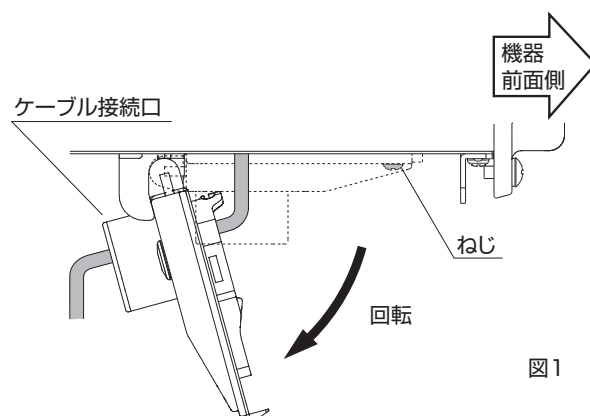

図1
- ①機器のケーブル接続口の機器前面側にあるねじ（1本）を取り外し、ケーブル接続口を図1のように回転させて開いてください。